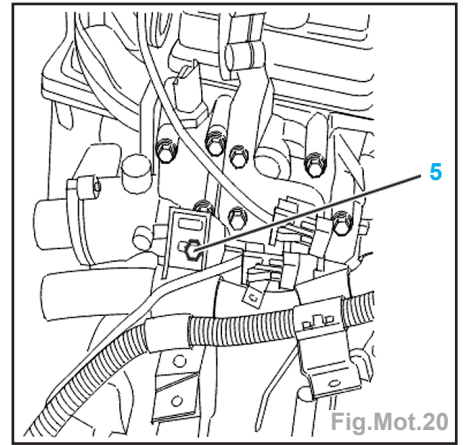

Fig.Mot.20
- le déflecteur plastique de pare-brise (3),
- la traverse plastique (2) de pare-brise,
- le filtre à air et son conduit (4),
- Déposer la vis (5) (Fig.Mot.20).